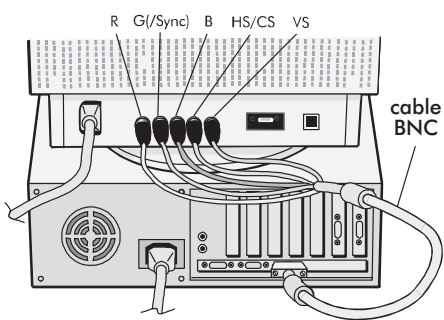

Figura C.1
3. Conecte los cables rojo, verde y azul a las entradas señaladas con R, G(/Sync), B en la parte trasera del monitor. Si usted tiene un cuarto cable BNC, llamado cable de Sincronismo Compuesto, conéctelo a la entrada HS/CS. Si tiene un quinto cable BNC, llamado cable de Sincronismo Vertical, conéctelo a la entrada VS (Figura C.1).